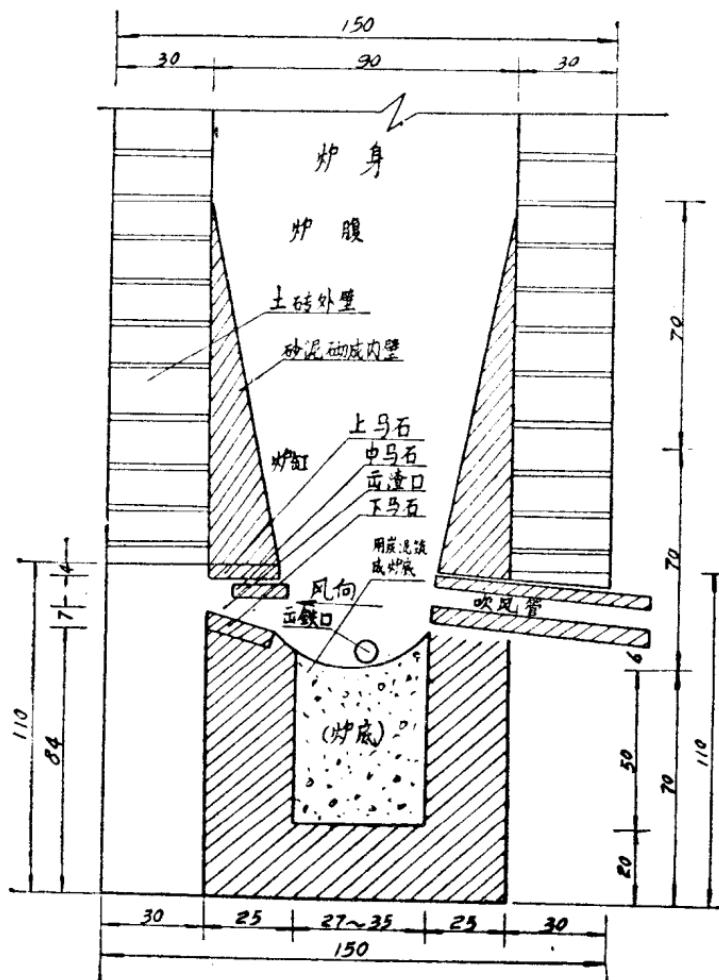

图4 湖南土高炉下部放大图
公厘（6寸左右），炉缸下部装铁水的部分横断面不是圆的而是长方形的（图4），有的纵剖面则成弧形，当地习惯称为鸡胸式炉缸，这种结构的优点是有利于铁水的保温（不容易冻结）和流出。比模仿大高炉，炉缸风口以下做成一个圆筒形要优越一些。这种经验，可以推广到有出渣口的高炉上去，如果炉缸中渣口和铁口是分为两个的话，渣口以下是可以缩小一些，做成窄长的形状。
①风箱鼓风时，风管是活动的，他们的经验是：风应当直接吹到渣口上沿下面的一块石头上（叫中马石，图4）。这样做是为了保证燃烧生成的热煤气，有一部分从下部反射回来。煤气的大部分将向上升，小部分从渣口逸出到外面。从渣口经常喷吹的煤气没有参加炉内的冶炼工作当然是损失，但借此却换得一部分煤气向炉底反射，这对于克服土高炉冷风炼铁的大毛病（炉底冻结和积铁有极大的好处），是非常宝贵的一种经验。